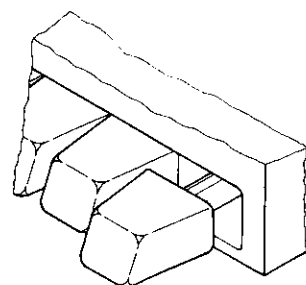

Fig. 7
- 9.1 Tirer la touche à remplacer selon fig. 7.
- 9.1 Tirar la tecla que tiene que cambiarse según fig. 7.